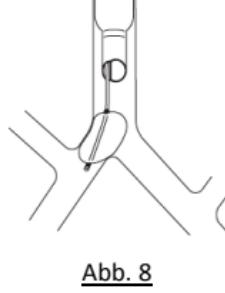

Abb. 8
- 1) und 2) Dies ist darauf zurückzuführen, dass die Blockermanschette in das Lumen der Luftröhre (Herniation) eingedrungen ist und diese verengt hat (Abb. 8).
- Wenn eine solche Herniation wie in Abb. 8 beschrieben auftritt, kann die Hypoxämie durch einfaches Entleeren der Manschette behoben werden.